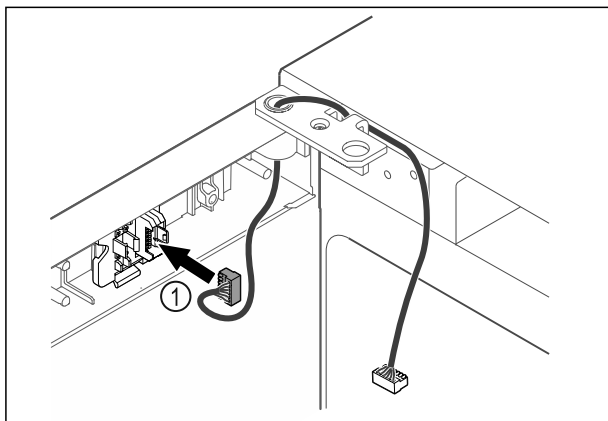

Fig. 42
- ▶ Sæt stikket Fig. 42 (1) i stikholderen.